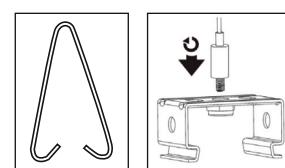

Рис. 5
- 5.18 Для установки светильника на подвесы используйте скобы для подвесного монтажа (2 шт. – рис. 5, входят в комплект поставки) или тросовую систему подвеса (рис. 6, в комплект поставки не входит и приобретается отдельно).